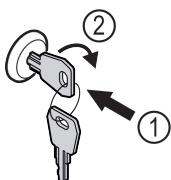

Fig. 110
- Пъхнете ключа Fig. 110 (1).
- Завъртете го на 90° по посока на часовниковата стрелка Fig. 110 (2).